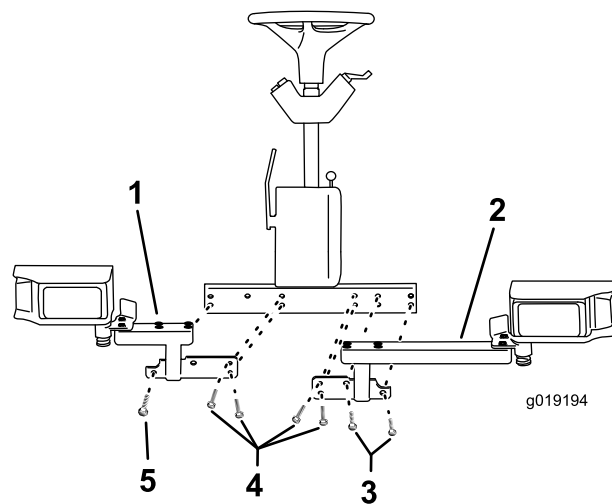

Figura 1
1. Monte los soportes de los faros derecho e izquierdo en los taladros existentes en la parte delantera de la plataforma del operador (Figura 1).
3. Apriete las fijaciones a 129–156 N·m (95–115 pies-libra) (Figura 1).